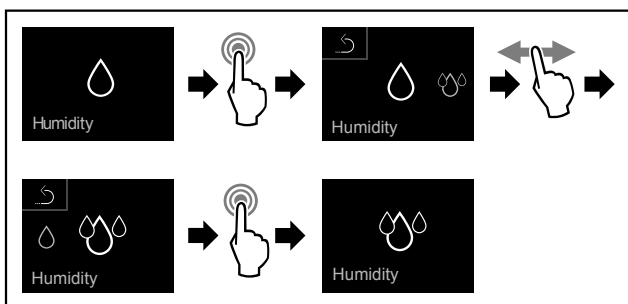

Fig. 69
- ▶ Efectuați pașii de acțiune (vezi Fig. 69) .